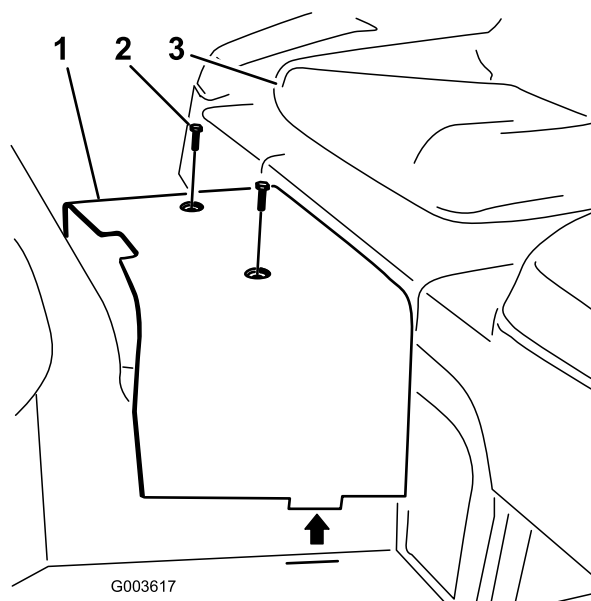

Figura 6
7. Retire os 2 parafusos que fixam o resguardo central à estrutura (Figura 6). Retire e guarde o resguardo.